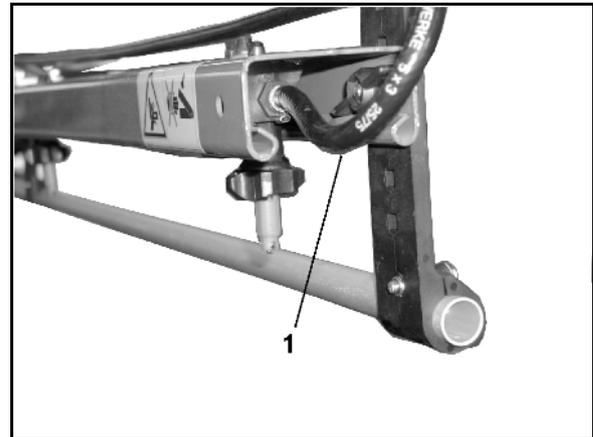

Fig. 117
- ermöglicht bei eingeschaltetem Druck-Umlauf-System einen ständigen Flüssigkeits-Umlauf in der Spritzleitung. Hierzu ist jeder Teilbreite ein Spülanschluss-Schlauch (Fig. 117/1) zugeordnet.
- ein Spülanschluss-Schlauch (Fig. 117/1) pro Teilbreite.